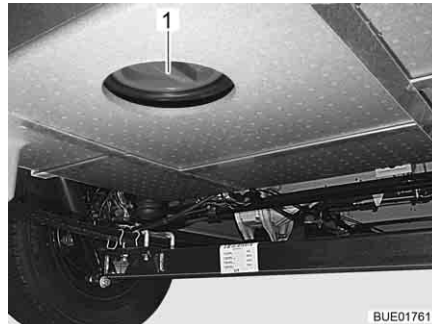

Fig. 265 Apertura per la pulizia sul serbatoio delle acque grigie
- A questo scopo aprire l'apertura per la pulizia (Fig. 265,1) per il serbatoio delle acque grigie e il rubinetto di scarico.